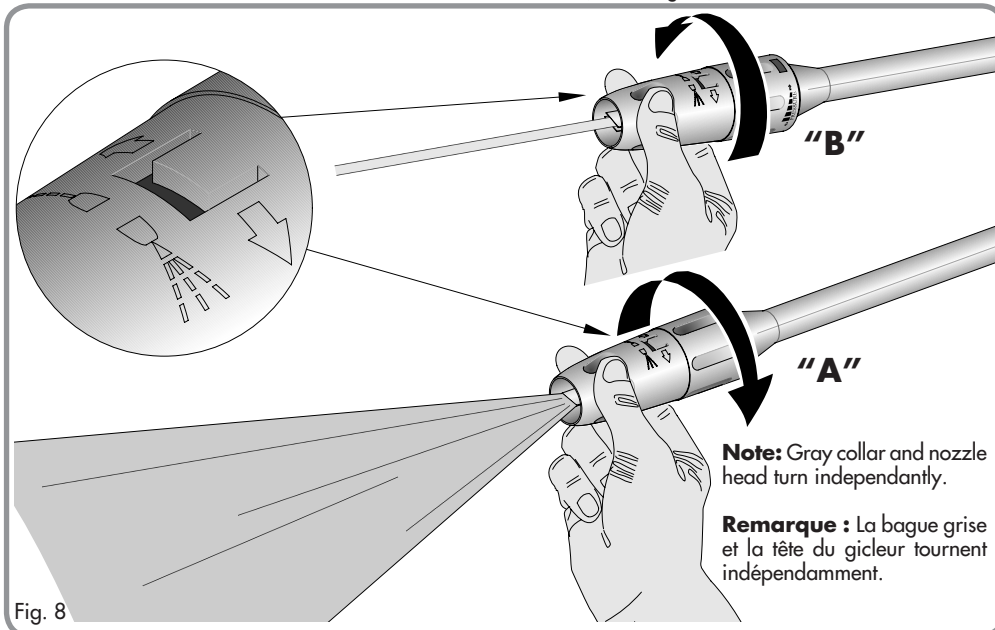

Fig. 8
The adjustable spray nozzle can adjust spray from fan to pencil point in both the high and low pressure positions. The spray is adjusted by turning the black part of the nozzle. (Fig. 8)
To increase angle to a fan spray, turn counter-clockwise. (A - Fig. 8)
Le gicleur réglable vous permet de passer d'un jet concentré à un jet évasé tant à haute pression qu'à basse pression. Le jet est ajusté en tournant la partie foncée du gicleur. (Fig. 8).
**REMARQUE :** La pression exercée par le jet sur la surface que vous nettoyez augmente au fur et à mesure que vous rapprochez la lance de la surface. Pour augmenter l'angle du jet évasé tournez le gicleur vers la gauche (sens contraire à celui des aiguilles d'une montre). (A - Fig. 8)
To decrease angle to pencil point spray, turn clockwise. (B - Fig. 8)
Pour réduire l'angle du jet évasé et passer à un jet concentré, tournez le gicleur vers la droite (sens des aiguilles d'une montre) (B - Fig. 8)